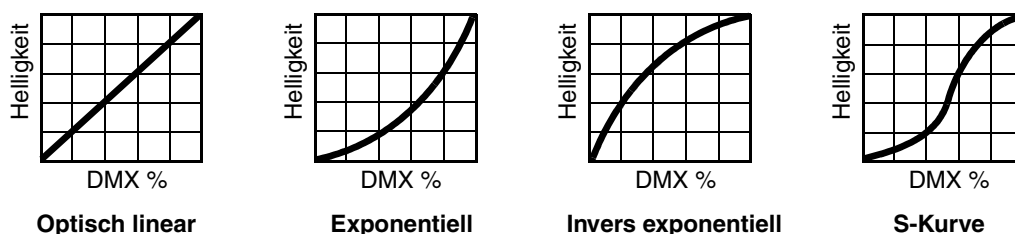

Bild 3: Dimmerkurven
**DIMMER CURVE** bietet die Auswahl aus vier verschiedenen Dimmerkurven (siehe Bild 3):